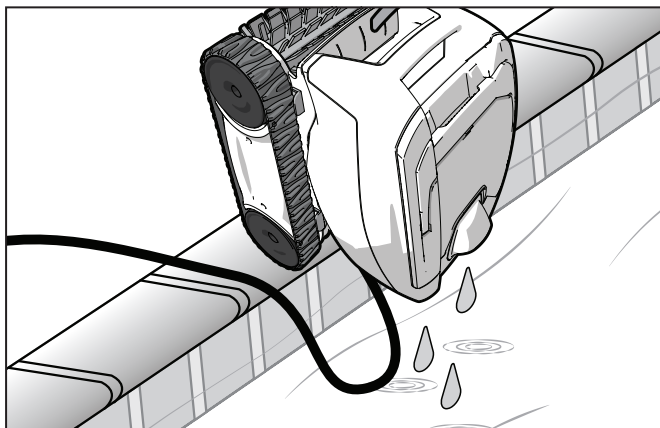

Figure 9. Drenar el agua del limpiador
3. Sostenga el limpiador verticalmente sobre la superficie de la piscina para drenar el agua antes de extraerlo (Figure 9).